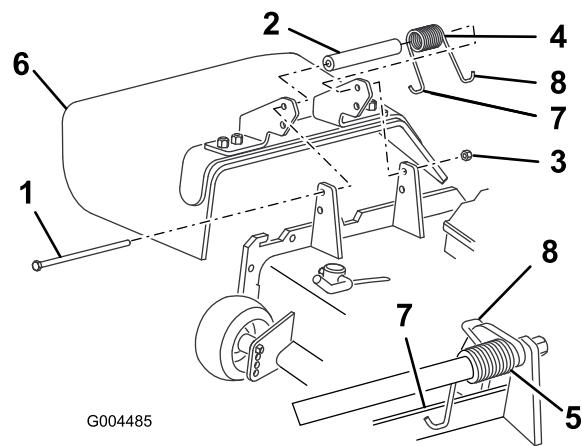

Bild 79
- Legen Sie das Distanzstück und die Feder zwischen die Halterungen des Ersatzablenkbleches (Bild 79). Setzen Sie das linke J-Hakenende der Feder hinter die Kante des Mähwerks.
**Hinweis:** Stellen Sie sicher, dass sich das linke J-Hakenende der Feder hinter der Mähwerkskante befindet, bevor Sie die Schraube einführen, siehe Bild 79.
- Setzen Sie die Schraube und Mutter ein. Führen Sie das rechte J-Hakenende der Feder um das Ablenkblech (Bild 79).
- Entfernen Sie die Sicherungsmutter, Schraube, Feder und das Distanzstück, mit denen das Ablenkblech an den Drehhalterungen befestigt ist (Bild 79). Entfernen Sie defekte oder abgenutzte Ablenkbleche.